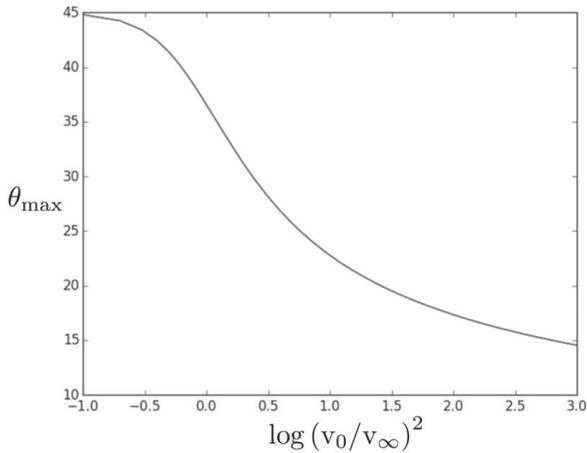

Figure 3 - Angle initial optimal
**Q22.** La **figure 3** (page 8) donne la courbe  $\theta_{max}$ , (en degrés) fonction de  $\log(v_0/v_\infty)^2$ . Identifier la valeur de  $\theta_{max}$  pour les trois numéros de plomb considérés.